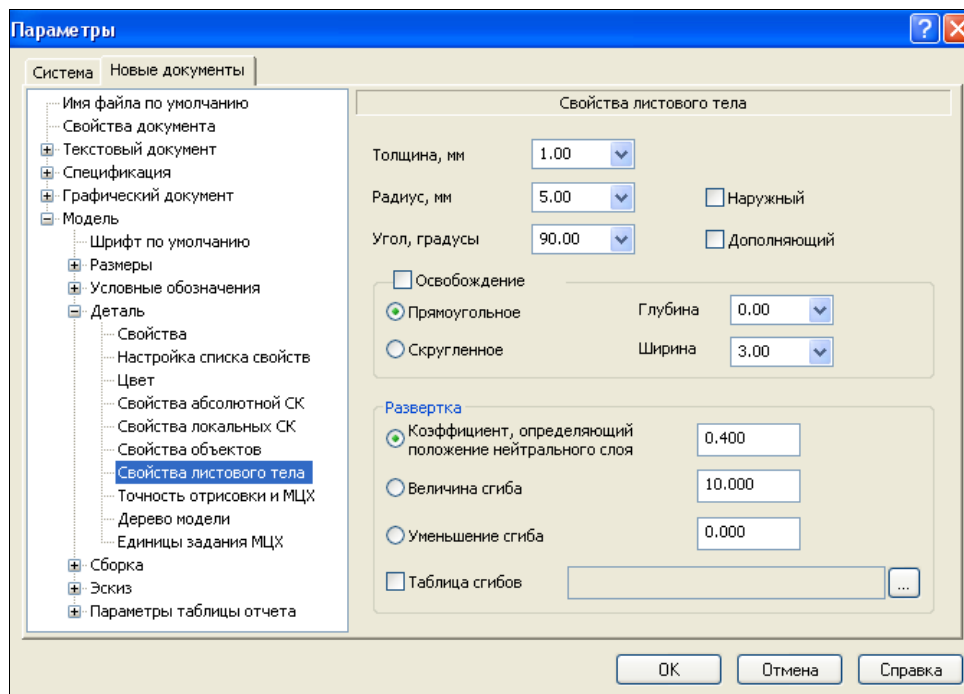

Рис. 27.9. Диалоговое окно **Параметры** с открытой панелью **Свойства листового тела**
- ◆ щелкните ЛК по пункту **Свойства листового тела**. В правой части открылась панель **Свойства листового тела** (рис. 27.9). В этом окне заданы параметры по умолчанию при создании новых листовых деталей.